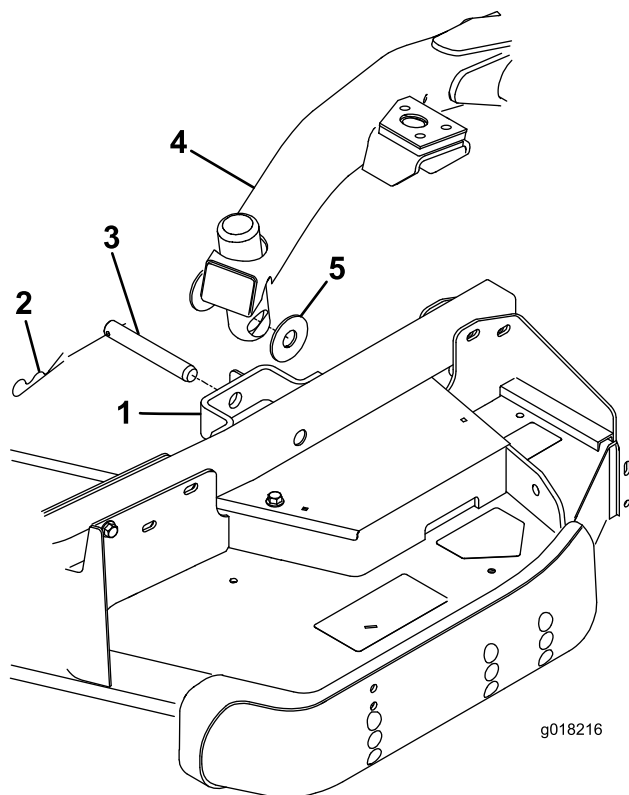

図 26
4. 昇降スイッチを前位置（フロート位置）にセットする。昇降アームを押し下げて、昇降アームについている穴とキャスタアームのブラケットについている穴を整列させ、昇降アームのパッドに刈高ロッドを挿入できるようにする（図 26）
5. スラストワッシャ 2 枚、クレビスピン、ヘアピンコッターを使って、昇降アームをキャスタアームに固定する。スラストワッシャは昇降アームとキャスタアーム・ブラケットの間に入る（図 26）コッターピンを、キャスタアーム・タブのスロットに差し込んで固定する。